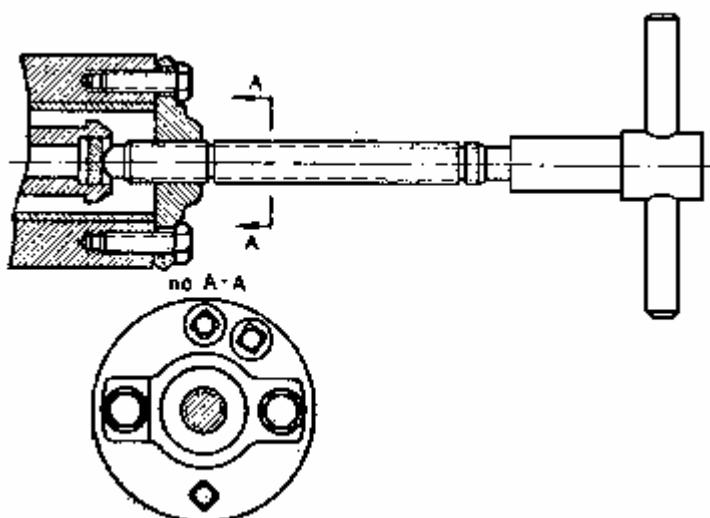

Рис. 185. Прибор для искусственного отката
- На место крышки укрепить прибор для искусственного отката (рис. 185) болтами, крепящими крышку.